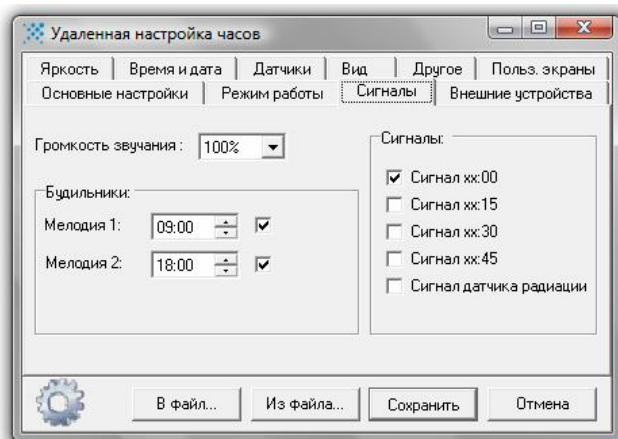

Рисунок 5 – Сигналы.
**Сигналы** – в данной вкладке настраиваются сигналы, воспроизводимые электронными часами. Здесь может быть задана громкость сигнала в процентах от максимальной, установлена периодичность сигнала, а также два будильника на определенное время (рисунок 5). Два будильника с Мелодией 1 и Мелодией 2 (мелодии находятся в прошивке часов и вручную не редактируются) устанавливаются, и, в определенное время, электронные часы воспроизводят звуковой сигнал. Поле «Сигналы» позволяет включить воспроизведение звукового сигнала каждый час, каждые 15 минут часа, каждые 30 минут часа и каждые 45 минут часа соответственно. Также в этом поле можно включить или отключить сигнал датчика радиации, если он установлен в данной модели электронных часов.